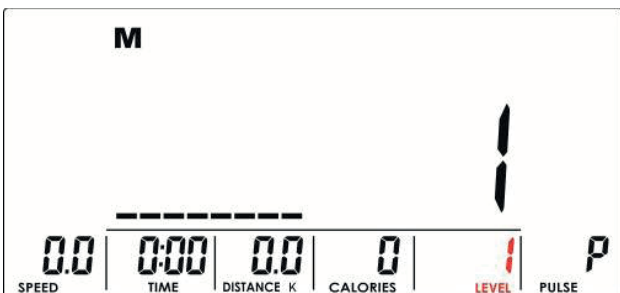
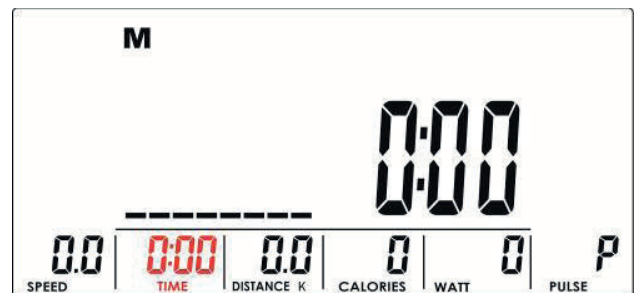

Abbildung 19
Abbildung 20
2. Die Konsole zeigt UX (Abb. 19) an und startet die Messung (Abb. 20 bis 21).